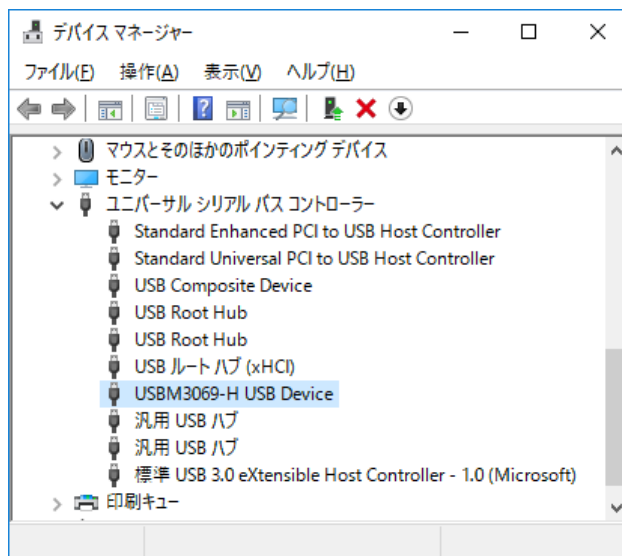

図 19 Windows 10 のドライバインストール確認
- ⑤ デバイスを USB ケーブルでパソコンに接続します。図 19 のように「デバイス マネージャ」の画面に「USBM3069-H USB Device」と表示されれば、ドライバが正しくインストールされています。